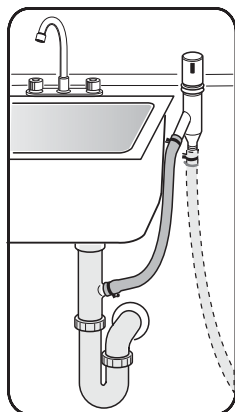

Figure 25
- 3 Sur la connexion de vidange de l'évier par un espace d'air, **figure 25**.